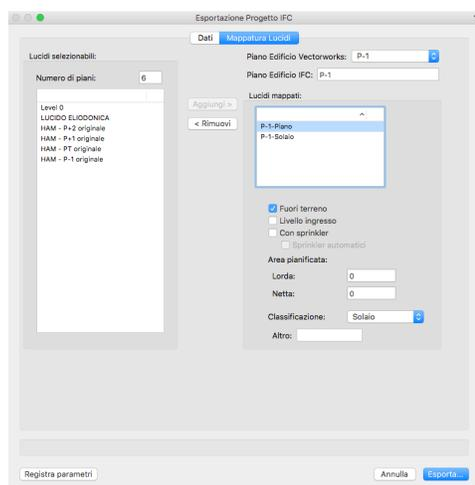

FIGURA 23
2. Attivare il pannello **Mappatura Lucidi** per scegliere quali Lucidi esportare e definire il nome del **Piano Edificio IFC** da esportare (**FIGURA 23**). Se è presente un Lucido contenente un Modello DTM (terreno) e si è attivazione l'opzione **Esporta il Modello DTM sito**, esso verrà incluso.